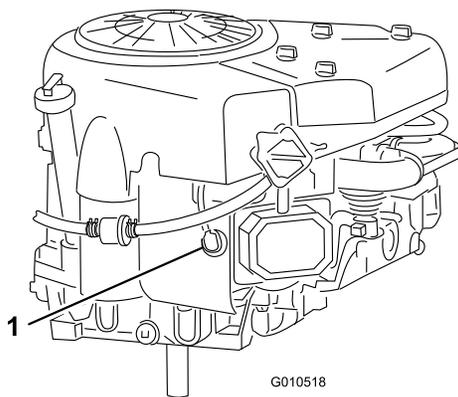

Figure 28
6. Débranchez la bougie (Figure 28).
3. Branchez la bougie (Figure 28).
8. Enlevez la bougie et la rondelle métallique (Figure 28).